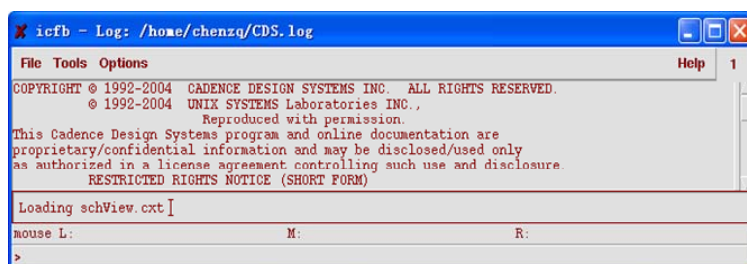
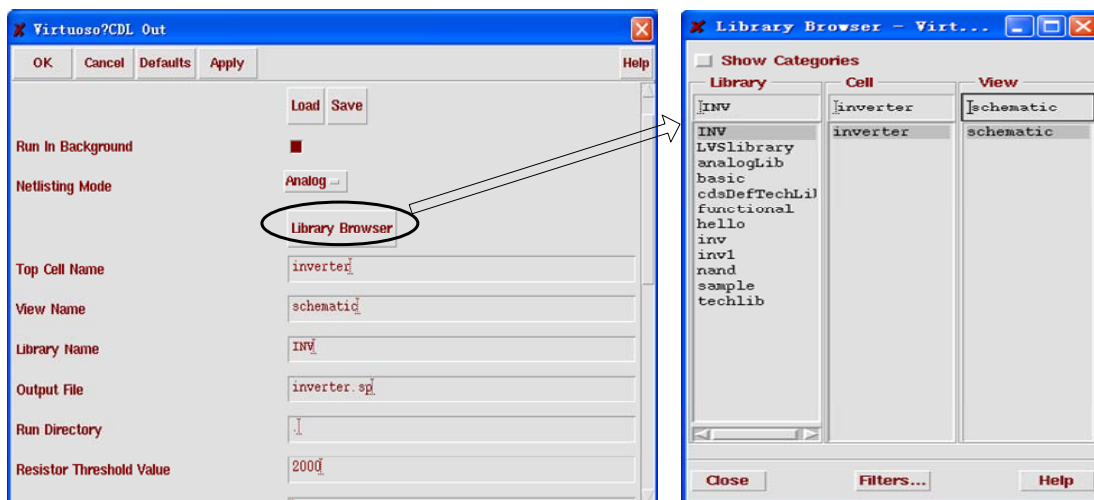

图 1.3 启动 cadence 平台
图 1.9 导出网表设置
- ① 导出 spice 子电路网表。在图 1.3 的窗口菜单中依次选择 File-Export-CDL。点击 Library Browse 选择上一步编辑的 schematic, 选择后的窗口如图 1.9 所示。Output File 和 Run Directory 项可以自行修改，这里 Output File 名称设为“inverter.sp”，Run Directory 默认为当前目录（icfb 运行目录），即导出的文件为当前目录下名称为 inverter.sp 的文件。
- ② 编辑导出的 inverter.sp 文件，加上激励和要进行的分析。如要对反相器电路进行瞬态分析，修改后的文件内容为：